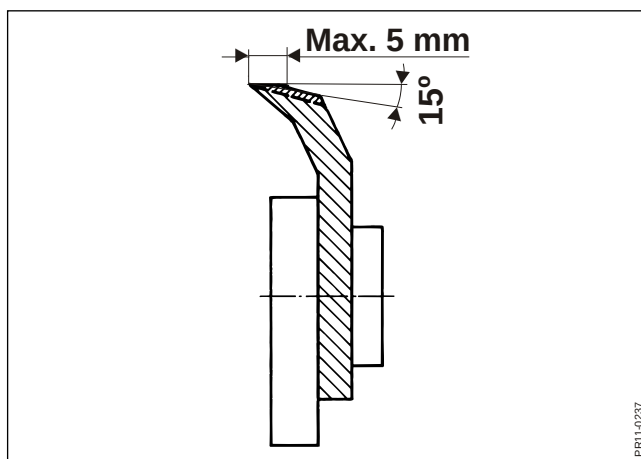

Fig. 4-32
- Fig. 4-32** For at undgå unødigt kraftforbrug under arbejde med snitteren og ekstra stort slid på slibestenen, er det nødvendigt at foretage en grovslibning eller afretning af knivene når skærekanten er 5 mm bred eller derover. Bagkanten skal slibes ned i en vinkel på ca. 15° bagover.